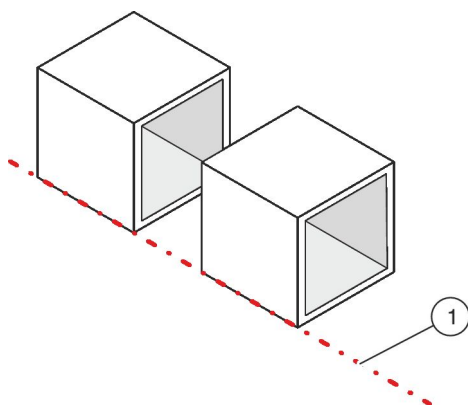

Рис. 11: Выравнивание компонентов установки
3. ▶ Выставьте компоненты установки вровень друг за другом в линию (Рис. 11/1).